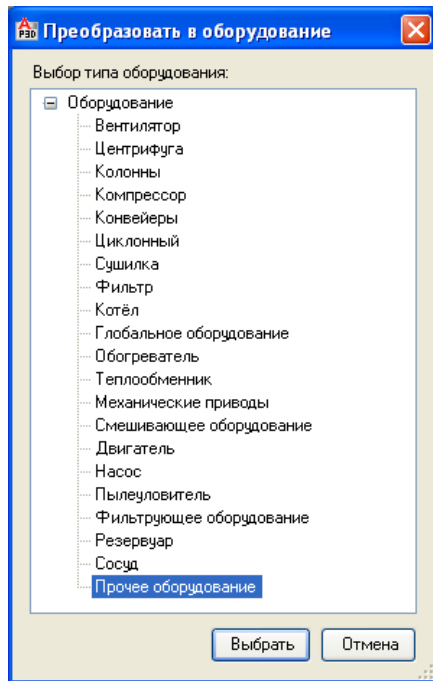

Рис. 102
- Далее будет предложено классифицировать новое оборудование по типу. Выберите тип – **Прочее оборудование** и нажмите **Выбрать** (Рис. 102).